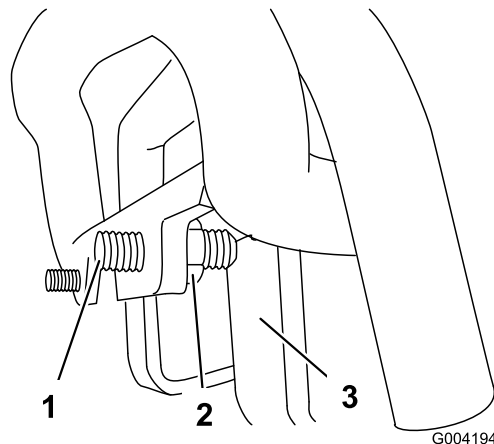

Figure 58
3. Si la machine se déporte vers la **gauche**, desserrez l'écrou de blocage **droit** et ajustez la vis d'alignement à l'avant de la commande de déplacement (Figure 58).
4. Si la machine se déporte vers la **droite**, desserrez l'écrou de blocage **gauche** et ajustez la vis d'alignement à l'avant de la commande de déplacement (Figure 58).